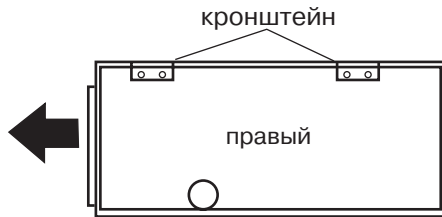

Рис. 8
в) Установить кронштейн (29) на кондиционер (смотри рис.8)